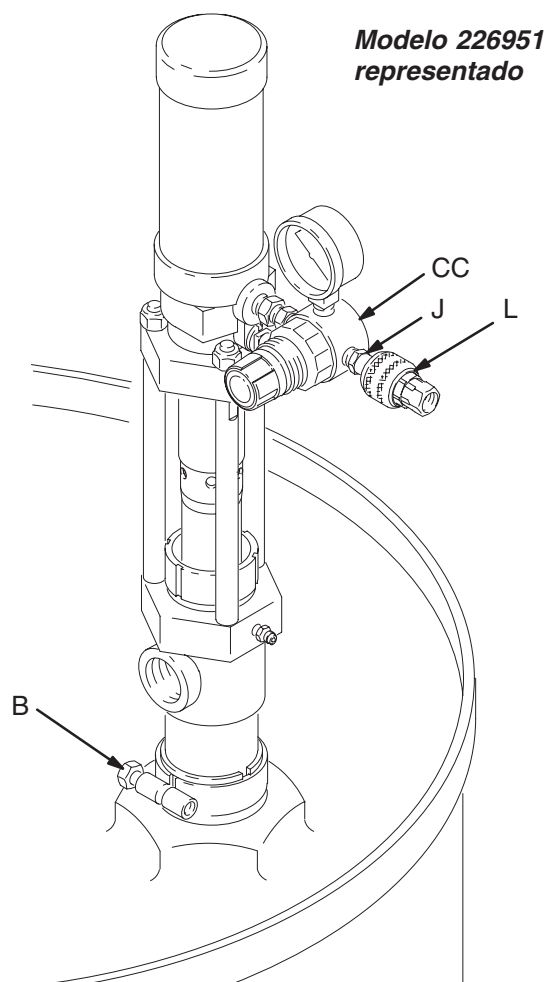

Fig. 3
La mayoría de los modelos llevan una válvula de aguja para regulación del aire (K) en la entrada de aire de la bomba. El modelo 226951 lleva un kit de regulador de aire (CC) en lugar de dicha válvula (observe la Fig. 3). Todos los modelos llevan un acoplador de tubería de aire de desconexión rápida (L) para conectar la tubería de aire a la bomba y a los accesorios.
Con la válvula neumática (K) o el regulador (CC) cerrados, active el suministro de aire y conecte el acoplador de la tubería de aire (L). Observe las Fig. 3 o 5. Compruebe que todas las válvulas surtidoras estén abiertas.